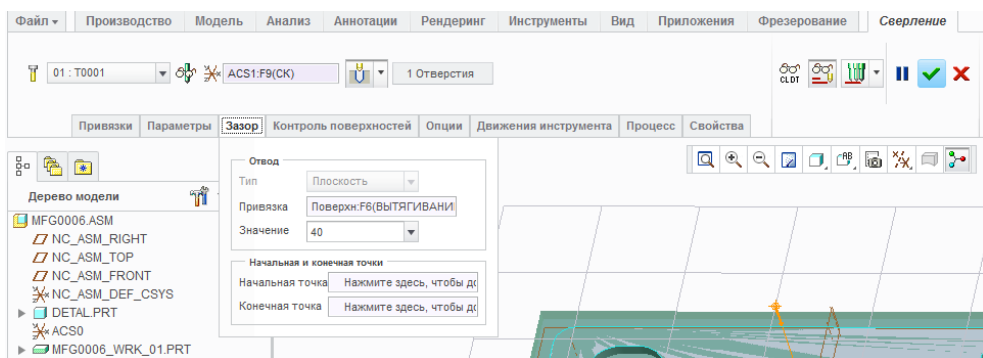

Рисунок 19 – Вкладка «Зазор»
12. Во вкладке «Зазор» выставляется точка отскока инструмента после окончания обработки. Нажмите окно привязки и выберите верхнюю плоскость. Значение отскока принять 40мм (рис. 19).